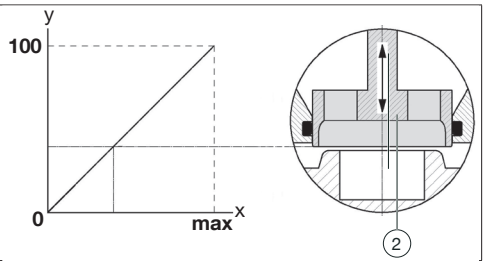

Abb. 5: Courbe de fonctionnement linéaire de l'unité de régulation
Le « Cocon QTZ » peut accueillir un actionneur chargé d'activer l'unité de régulation (2). Celle-ci présente une courbe de fonctionnement approximativement linéaire (voir Abb. 5). L'association d'actionneurs et de thermostats d'ambiance permet par exemple de réguler la température des pièces. Le débit maximal (pleine charge) est sélectionné par le pré-réglage de la poignée manuelle. Le fonctionnement en charge partielle est déterminé par la course de l'actionneur. L'autorité du robinet « QTZ » s'élève, dans la course du robinet actif, à 100 % (a = 1). Cette caractéristique s'applique également au fonctionnement en charge partielle en cas de régulation continue, par ex. en combinaison avec des actionneurs 0 – 10 V.